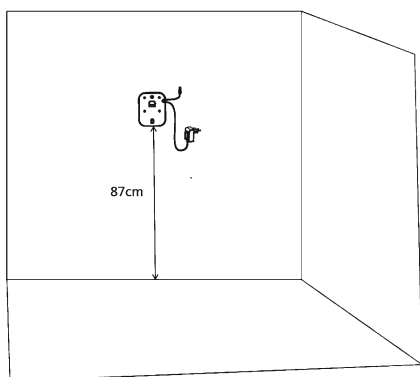
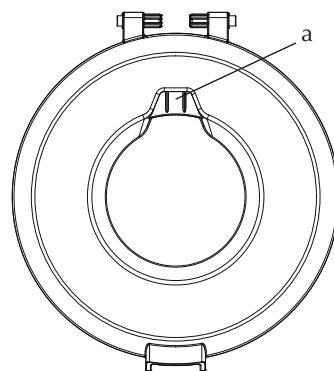

Fig. 3
Fig. 4
Per l'uso del supporto da parete (10), collocarlo semplicemente alla parete e fissarlo con le viti in dotazione. Conservare l'apparecchio nel supporto da parete. Il gancio (a) dedicato si trova nel coperchio del contenitore per la polvere (7, v. fig. 4). Altezza raccomandata: 87 cm (v. fig. 3).